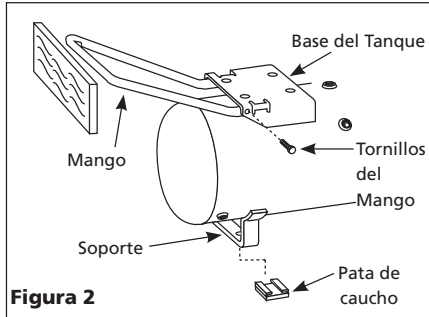

Figura 2
2. Conecte el mango a ambos lados de la base del tanque. Empújelo de modo que calce bien dentro de los orificios de la base (Vea la Figura 2).